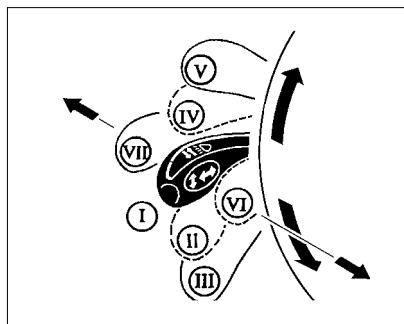

Рис. 33. Переключатель световой сигнализации
**I (рис. 33) – нейтральное положение.** Включен ближний свет фар,